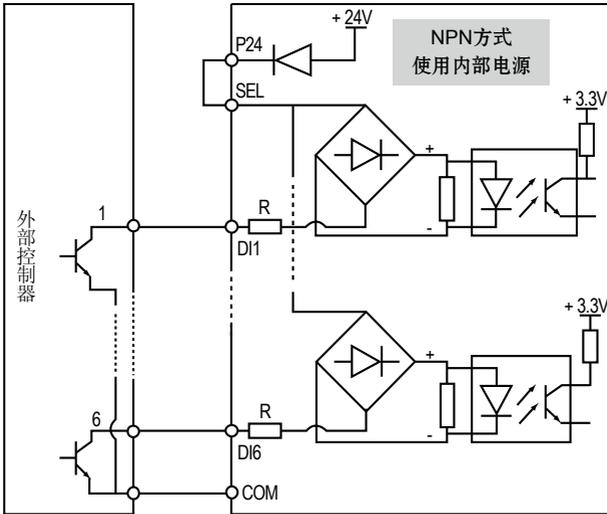

图 4-11 使用内部 24V 电源时 NPN 型信号（源极）输入接线示意图
3. 使用驱动控制器内部的 24V 电源，外部控制器为 NPN 型的共发射极输出的连接方式，接线如图 4-11 所示。